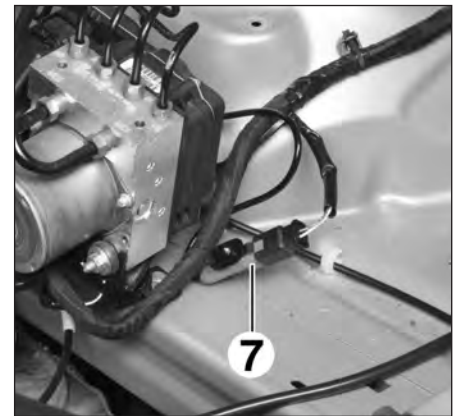

FIG.35
- les vis (5),
- le bac du boîtier de servitude et de gestion moteur (6).
- Dégrafer puis débrancher le connecteur du capteur de vitesse de roue (7) (Fig.35).